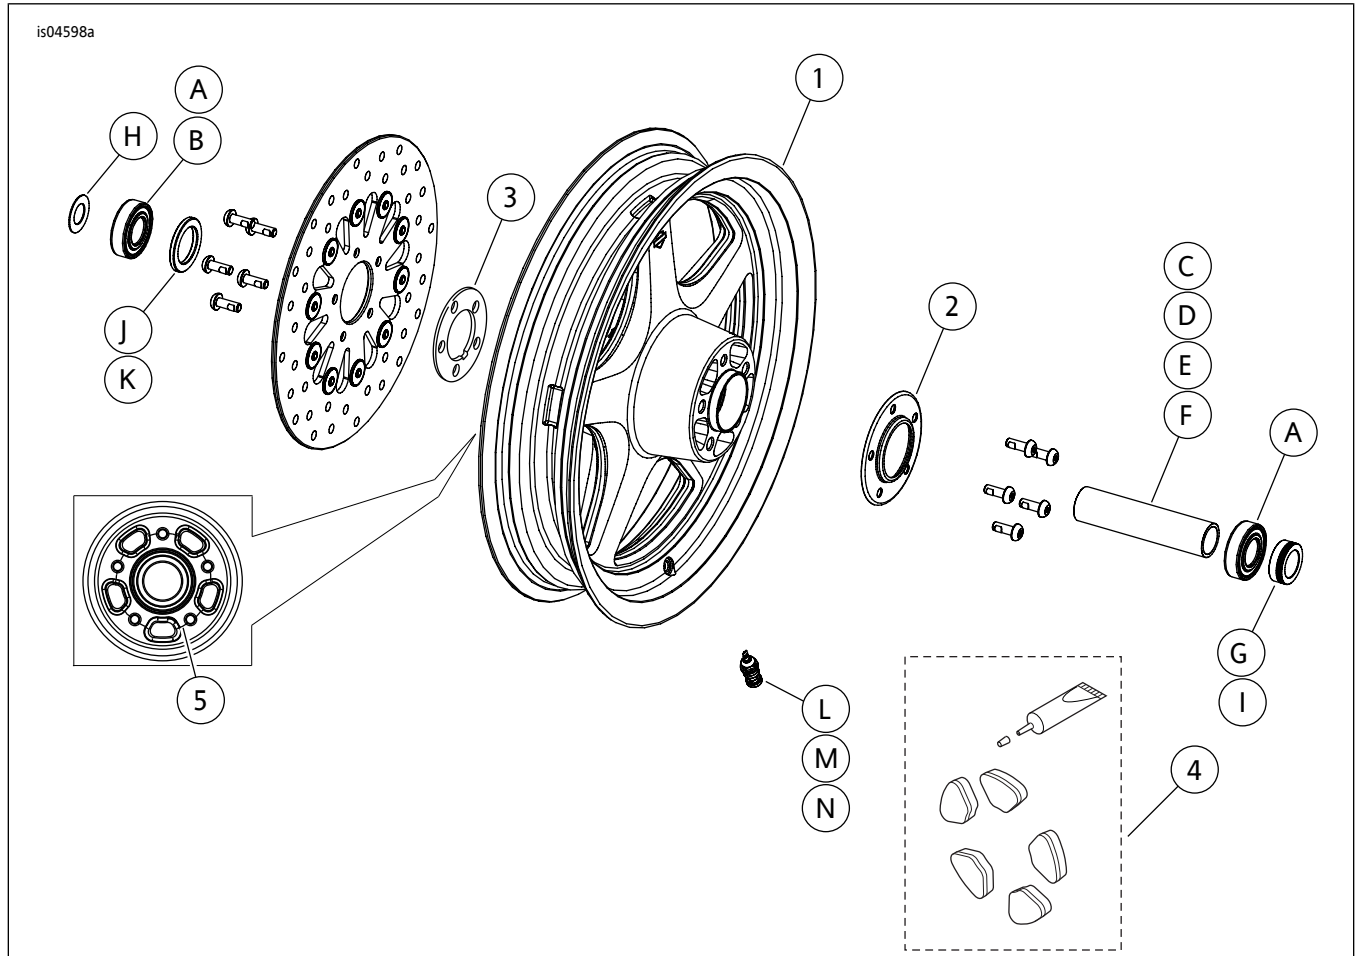

图2。维修零件：THUNDERSTAR前轮套件(图示为16英寸车轮)
这些套件包括定制车轮，根据套件，还可能包括轮毂盖和毂衬。参见图2。和表3以了解套件内容。
2. 参见图2。在车轮上安装阀杆组件(L、M或N)。参阅维修手册中的“轮胎”部分。
- 车轮左侧在轮毂表面有加工槽(项目5, 参见图2。) 以及/或标记点, 用于指示该侧是刹车盘和主轴承侧。
- 安装车轮时, 轮毂标识应位于摩托车左侧。车轮左侧在轮毂表面有加工槽(项目5, 参见图2。)以及轮毂标识, 用于指示该侧是主轴承侧。
- 车轮的轮毂表面有加工槽(项目5, 参见图2。), 用于识别右侧。